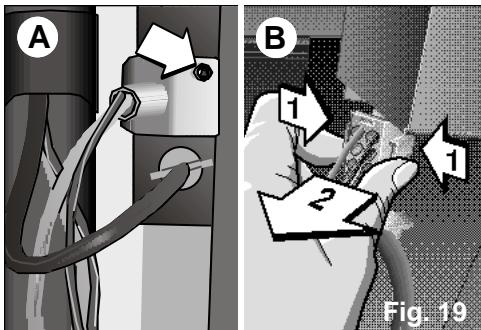

Fig. 19
- ❑ Para extrair a ligação eléctrica, retire o parafuso e retire a tampa que o tapa, **Fig. 19 A.** Pressione as patilhas laterais da ficha com cuidado e retire-a do seu posicionamento. **Fig. 19 B.**
Certifique-se de que a ligação eléctrica fica tapada pela tampa e presa com o parafuso correspondente. Fig. 19.